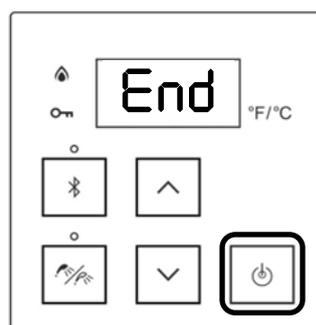

Figura 83
17. Presione el botón de encendido, y la pantalla mostrará "End" (Figura 83).